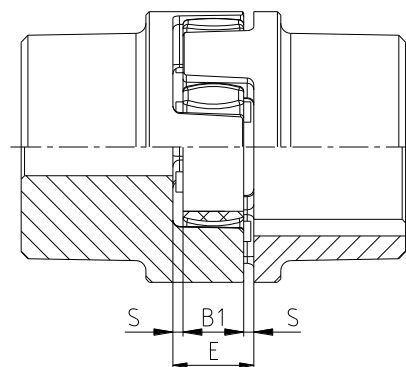

Figura 12: Montaggio del giunto
- Inserire i mozzi in direzione assiale fino al raggiungimento della dimensione della distanza E (vedi figura 12).
- Allineare la corona dentata al centro tra i mozzi e controllare le dimensioni E e S (vedi figura 12 e capitolo 1).